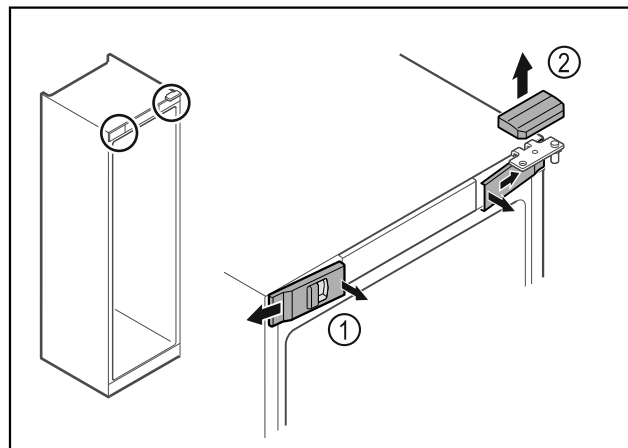

Fig. 9
- ▶ Disinnestare le coperture anteriori Fig. 9 (1) dall'interno ed estrarle lateralmente.
- ▶ Rimuovere la copertura superiore Fig. 9 (2) sollevandola verso l'alto.